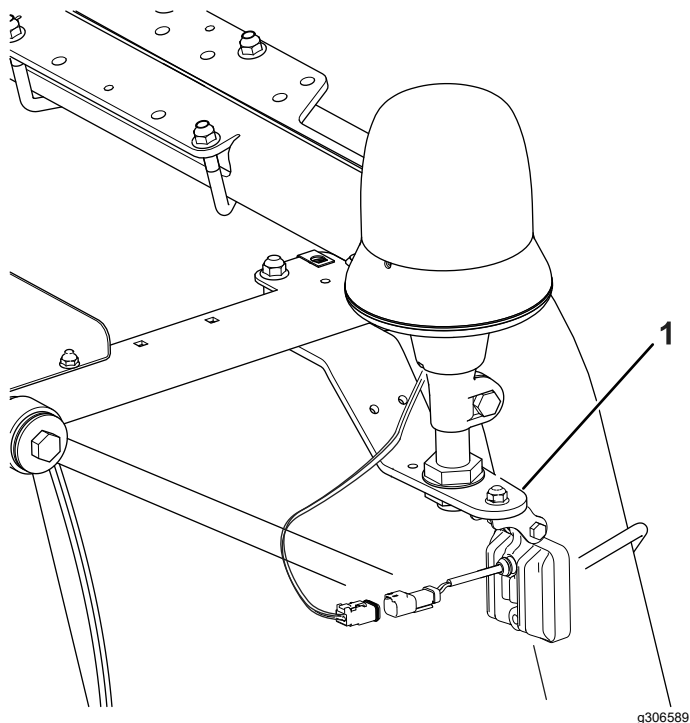

図 4
**注** マシンに作業用照明キットが取り付けられている場合は、ビーコンブラケットの代わりに照明ブラケットを使用します (図 4)。